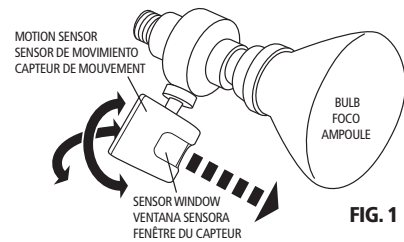

FIG. 1
- For best performance, the sensor window should orient below the bulb. (See Fig. 1) If it is not, rotate the Motion
- The motion sensor can be tilted up or down (up to 20° in either direction) and rotated left or right (up to 90° in either direction) to accomodate your unique installation. (See Fig. 1)
- Para obtener un mejor rendimiento, la ventana sensora debe quedar orientada hacia la parte inferior del foco (Vea la Fig. 1). De lo contrario, gire el Control de Luz Activado por Movimiento hacia la izquierda hasta que la ventana sensora se encuentre en las posiciones de las 3 y las 9 en punto. Esto se logra desenroscando el Control de Luz Activado por Movimiento hasta que el sensor se encuentre en la posición correcta. La clavija a resorte ubicada en la base de las roscas mantendrá el contacto eléctrico con el accesorio hasta 270° (3/4 de giro completo) desde su posición donde se encuentra completamente asentada.
- El sensor de movimiento puede inclinarse hacia arriba o hacia abajo (hasta 20° en cualquier dirección) y girarse hacia la izquierda o hacia la derecha (hasta 90° en cualquier dirección) para adaptarse a su instalación particular. (Vea la Fig. 1)
- On obtiendra la meilleure performance si la fenêtre du capteur est orientée sous l'ampoule. (Voir la Fig. 1) Si ce n'est pas le cas, tourner la commande d'éclairage activée par mouvement dans le sens antihoraire jusqu'à ce que la fenêtre du capteur soit située dans la plage des positions entre 15:00 h et 21:00 h. On obtiendra ce résultat en dévissant la commande d'éclairage activée par mouvement jusqu'à ce que le capteur soit placé dans la meilleure position. La tige à ressort située à la base des filets maintiendra le contact électrique avec le luminaire jusqu'à un angle de 270° (3/4 de tour) à partir de sa position entièrement logée.
- Le capteur de mouvement peut être incliné vers le haut ou vers le bas (jusqu'à un angle de 20° dans l'une l'autre direction) et tourné vers la gauche ou vers la droite (jusqu'à un angle de 90° dans l'une ou l'autre direction) pour s'adapter à votre installation particulière. (Voir la Fig. 1.)